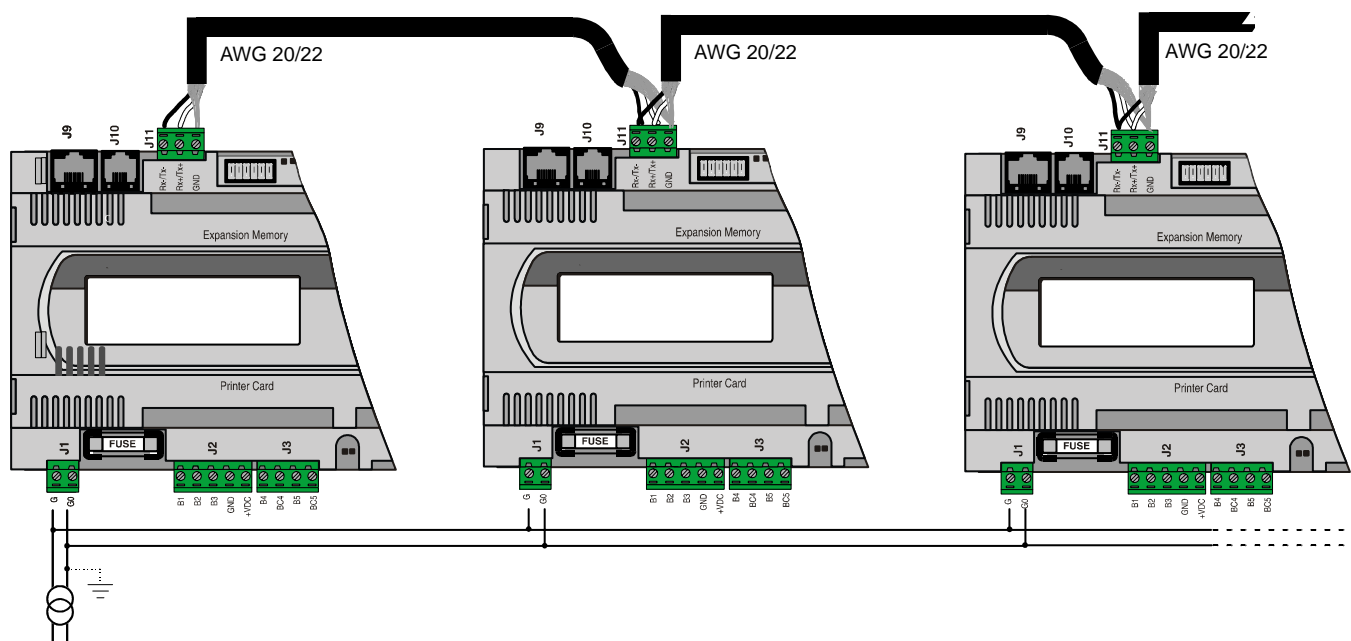

Fig. 5.4.1
La Fig. 5.4.1 muestra el diagrama de un numero de plaquetas conectadas a una red pLAN y alimentadas por el mismo transformador; esta es una aplicación típica de un numero de plaquetas conectadas dentro del mismo panel eléctrico.
- con estas configuraciones (Figs.5.4.1 .2. 3) se deben instalar transformadores con seguridad Clase II.